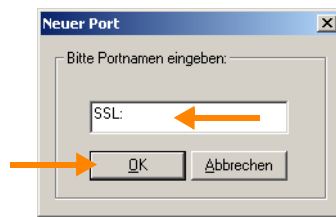

Bild 44 MMC: neuen ThinPrint Port anlegen
2. Geben Sie einen treffenden Portnamen ein (Bild 44).